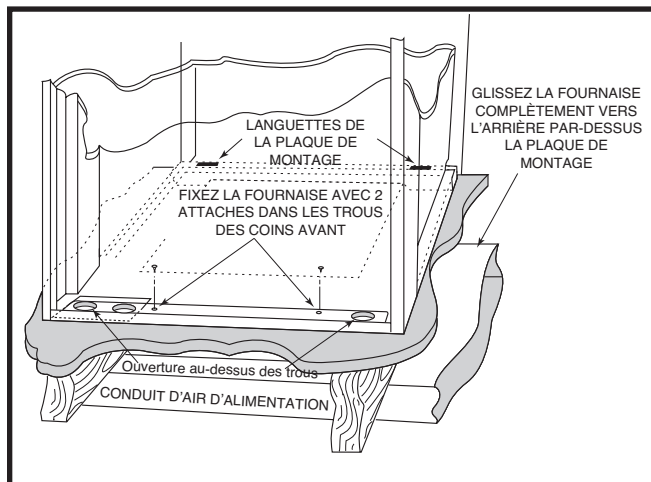
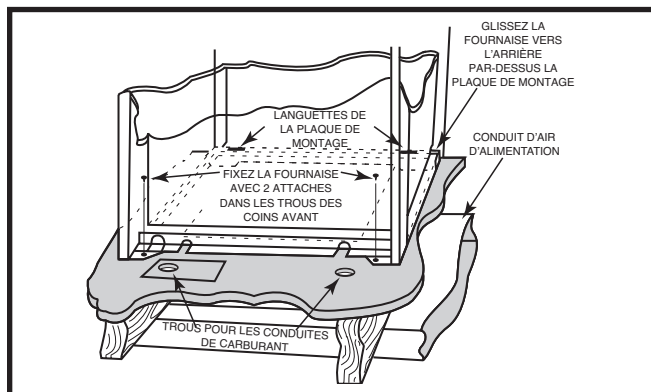

Figure 15. Fournaies de placard « A » et « B »
Figure 16. Fournaise de placard « A » sur armoire à serpent
Les côtés et l'arrière de la fournaise peuvent être couverts d'un cadre mural comme dans un placard ou une alcôve. Les dimensions de la pièce ou de l'alcôve doivent convenir à la taille complète des dégagements de la fournaise et de l'installation spécifiés dans la Figure 4 \(page 6\) et dans la page 6. La fournaise doit être raccordée adéquatement au système d'alimentation tel que montré dans la Figure 15 \(page 9\) et la Figure 16 \(page 9\).
4. Fixez le devant avec une (1) ferrure dans chaque coin. Consultez la Figure 15 et la Figure 16.